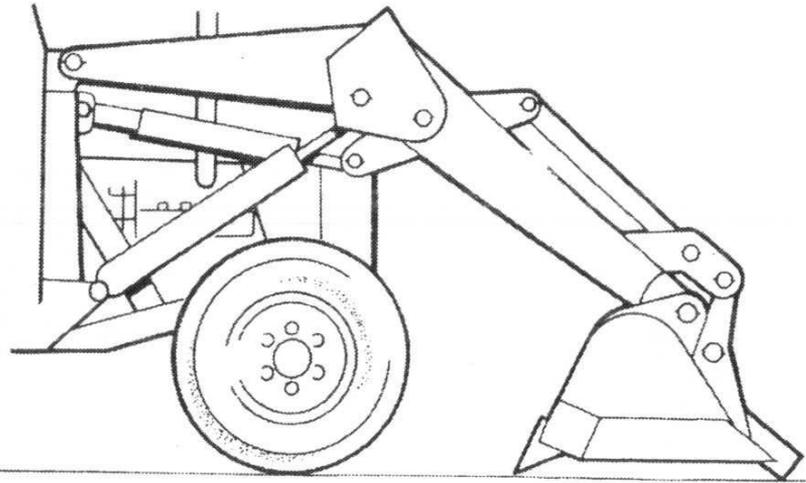

fig 33
- 1 - Placer le chargeur avec la benne retournée sur le sol (voir fig. 33).